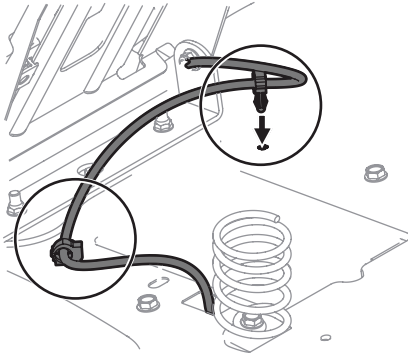

Figure 3
5. Faites enclencher l'attache pour retenir l'excédent de fil à l'aile (Figure 3).